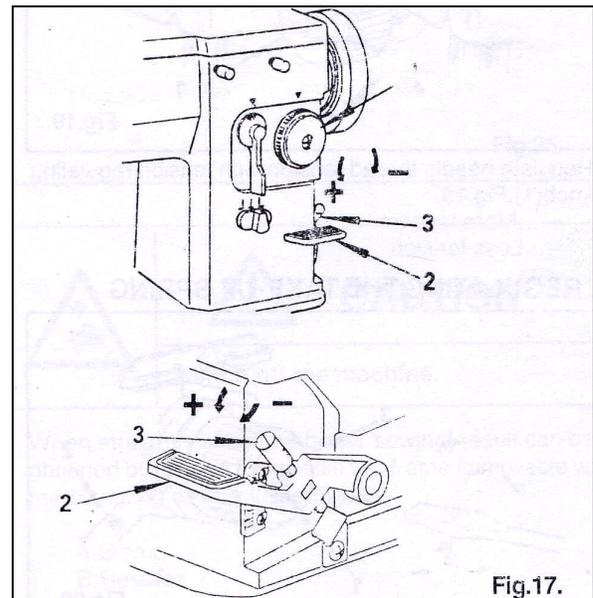

Fig.17.
Pour régler la longueur du point, tourner le bouton de réglage (1) figure 17, vers la gauche ou la droite.
Pousser le levier (2) figure 17, vers le bas pour la marche arrière, et le relâcher pour revenir en mode normal